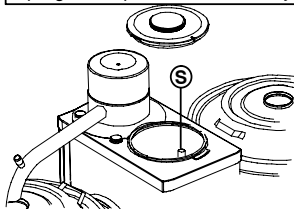

Fig. 22 Conducto de desbordamiento del sistema de agua caliente
- Descargue hasta la última gota de agua mediante el conducto de desbordamiento. Para ello, tire hacia arriba del conducto de desbordamiento (S.) que se encuentra en el sistema de agua caliente, tomándolo por la manguera, vea fig. 22.
- Descargue hasta la última gota de agua mediante el conducto de desbordamiento. Para ello, tire hacia arriba del conducto de desbordamiento (S.), vea fig. 22 .